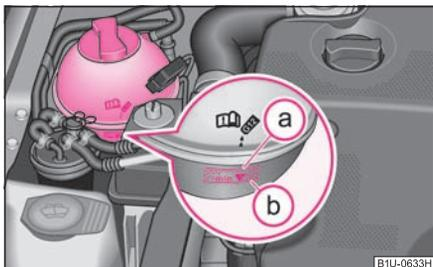

Fig. 154 **Compartment moteur: Vase d'expansion du liquide de refroidissement**
- Contrôlez le niveau dans le vase d'expansion de liquide de refroidissement ⇒ fig. 154. Le niveau de liquide de refroidissement doit se trouver entre les marques (a) et (b) lorsque le moteur est froid. Il peut aussi se trouver légèrement au-dessus de la zone hachurée si le moteur est chaud.
- Mettez un chiffon sur le bouchon du vase d'expansion du liquide de refroidissement ⇒ fig. 154 et desserrez **prudemment** le bouchon en le faisant tourner à gauche ⇒ ⚠.